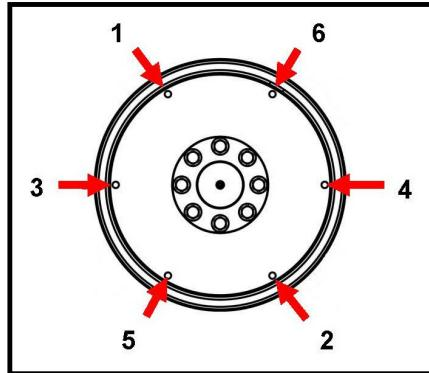

図 22. 固定手順
- に示す順序で、カップリング ディスクをフライホイールに固定するボルトを締め付けます 図 22 ページ 39。